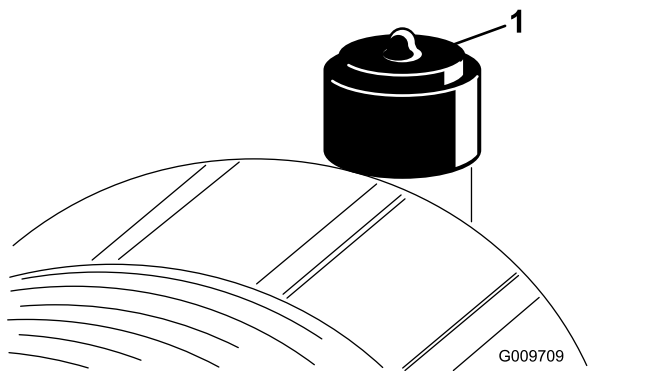

Рисунок 86
Фильтр воздухоочистителя следует обслуживать только при соответствующих показаниях индикатора необходимости технического обслуживания (Рисунок 86). Замена воздушного фильтра без необходимости только увеличивает вероятность попадания грязи в двигатель при извлечении фильтра.
9. Сбросьте индикатор (Рисунок 86), если он стал красным.